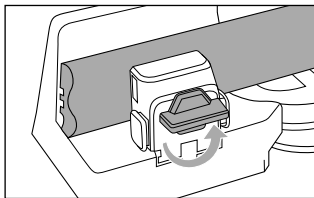

Rys. 9
- ◆ Przytrzymaj produkt jedną ręką za ruchome ramię ❶. Ponadto trzymaj listwy przypodłogowe, które po zamocowaniu nie zachowują kąta 90° (patrz rys. 9).